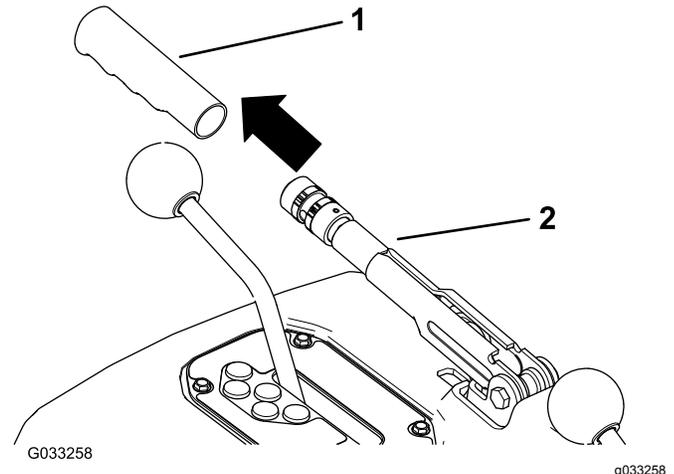

Figura 77
1. Retire a pega de borracha da alavanca do travão de estacionamento (Figura 77).
- Coloque a pega de borracha na alavanca do travão de estacionamento (Figura 77).